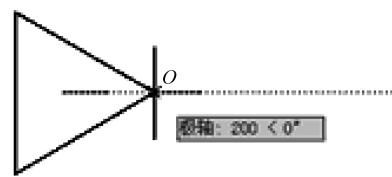

图 3-21 绘制正三角形
- 4) 在命令行的【指定正多边形的中心点或 [边 (E)] :】提示下，在屏幕上任意拾取一点作为正三角的中心点。
- 5) 在命令行的【输入选项 [内接于圆 (I) →外切于圆 (C)] < I > :】提示下，按<Enter>键，使用外切于圆方式绘制正三角形。
- 6) 在命令行的【指定圆的半径:】提示下，将鼠标指针向右移动，当屏幕上显示【极轴: 200 <0°】时，单击指定点，完成正三角形的绘制，如图 3-21 所示。